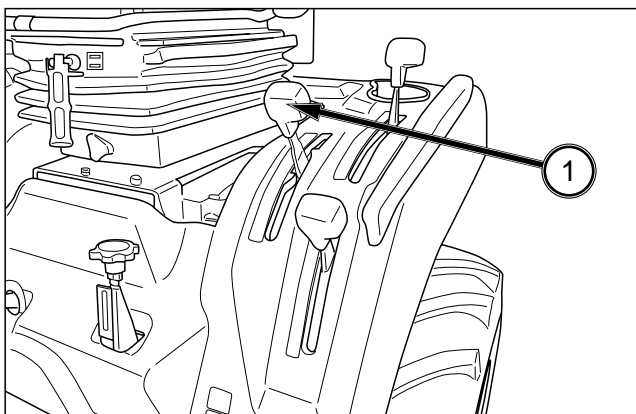

FIG. 3-17
FIG. 3-17 : Le levier d'embrayage de PdF (prise de force) (1), engage et désengage les deux PdF (PdF arrière, PdF centrale, ou les deux à la fois) sur le tracteur.